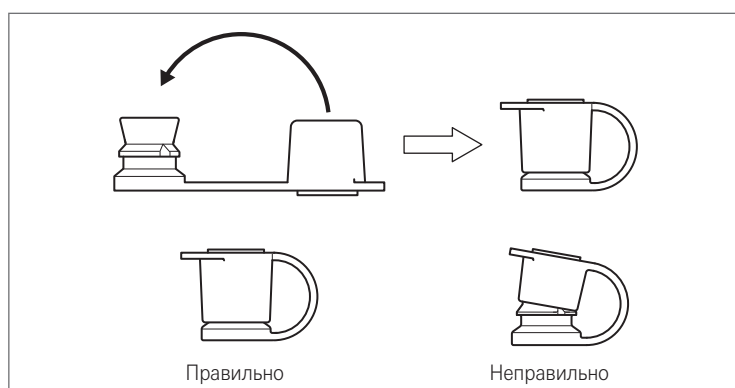

Рис. 3.22
2. Закройте колпачок клапана входного отверстия, как показано на Рис. 3.22.